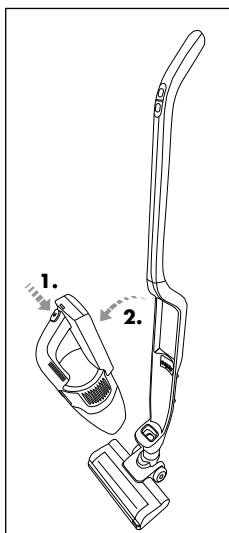

Fig. 4
- 3) Pentru a elibera unitatea manuală **3** de pe mâner **12**, prindeți unitatea manuală **3** de mâner **2** și apăsați tasta de deblocare **1**. Trageți unitatea manuală **3** în față din locașul unității manuale **14** (fig. 4).